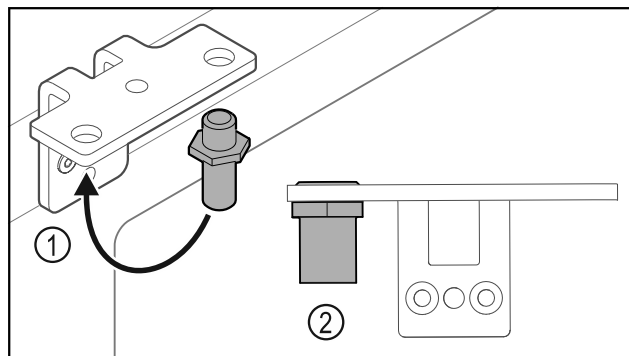

Fig. 24
- Переставьте палец Fig. 24 (1) в шарнирный уголок.
- Затяните палец Fig. 24 (2) с моментом 12 Нм.